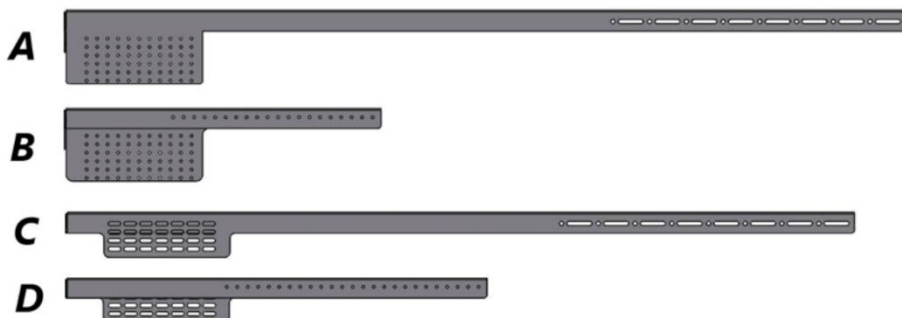

Fig. 3
4. Tag de medfølgende monteringsdele ud af emballagen (A, B, C og D – se fig. 3).